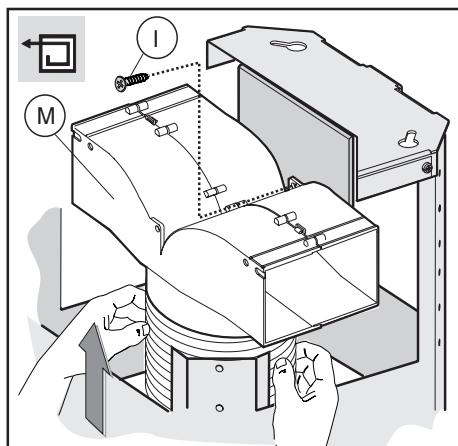

Fig.8
- **Versione filtrante:** collegare il tubo flessibile al deflettore **M** e fissare la vite **I** come indicato in (Fig.8).